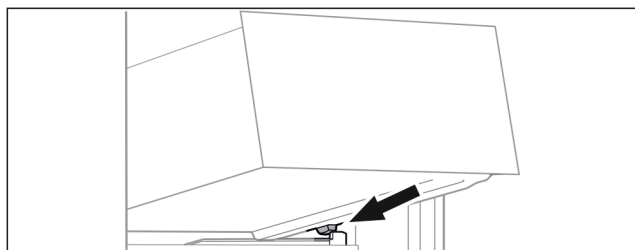

Fig. 92
- Applicare il cassetto inclinandolo dietro i fermi sulla nervatura del contenitore. (vedere Fig. 92)